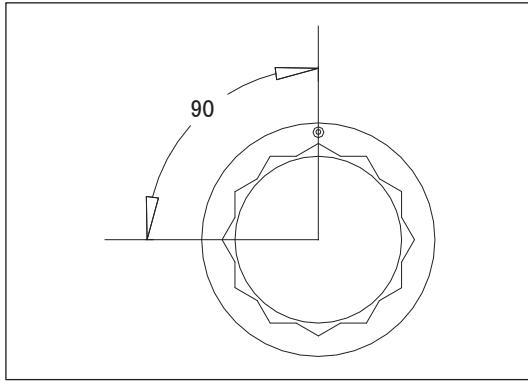

Рис. 13-2-8. Затягивание болтов шатунов
- (6) Проверка большого отверстия шатуна
- » После снятия втулок поршневых головок шатунов затянуть болты шатунов ($M8 \times 37,5$) с моментом затяжки $15 \text{ Н}\cdot\text{м} \pm 3 \text{ Н}\cdot\text{м}$, пометив головки болтов шатунов краской, подтянуть болты шатунов еще на 90° , определяя угол поворота по метке, как изображено на рис. 13-2-8.